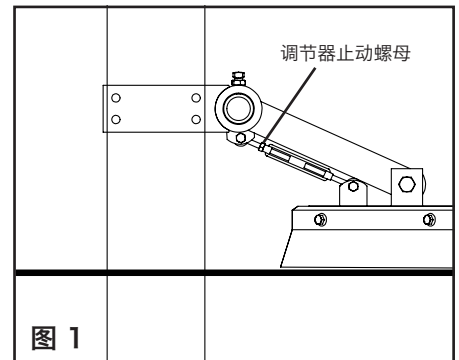

图 1
最好将 V 型空段清扫器置于输送带内部接近尾部皮带轮的平坦区域。为实现最佳清扫性能，空段清扫器的前端突出部分应在回程滚筒后 150 mm (6") 的位置 (图 1)。
1. 测量顶面输送带和回程输送带之间的距离。最小距离应为 250 mm (10") (图 1)。如上图所示将 V 型空段清扫器置于输送带上，检查是否有间隙或堵塞问题。
1. **松开调节器止动螺母。** 松开调节器止动螺母后，可旋转调节器，为新刮刀留出更多空间(图 1)。